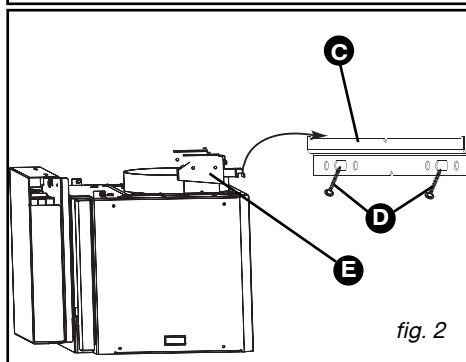

fig. 2
– Aparafuse a barra de fixação à parede (C/fig. 2) com os 2 parafusos (D/fig.2).
– Fixe o exaustor por meio das respectivas suspensões (E/fig. 2).
– Ajuste a altura e o nível através dos parafusos de ajuste (E /fig. 2) dos suportes (o parafuso superior para regular a horizontalidade, o parafuso inferior para regular a colocação na parede).
– Monte a válvula de retenção na saída do motor (fig. 2). Esta válvula de retenção permite obstruir a entrada de ar vindo do exterior.